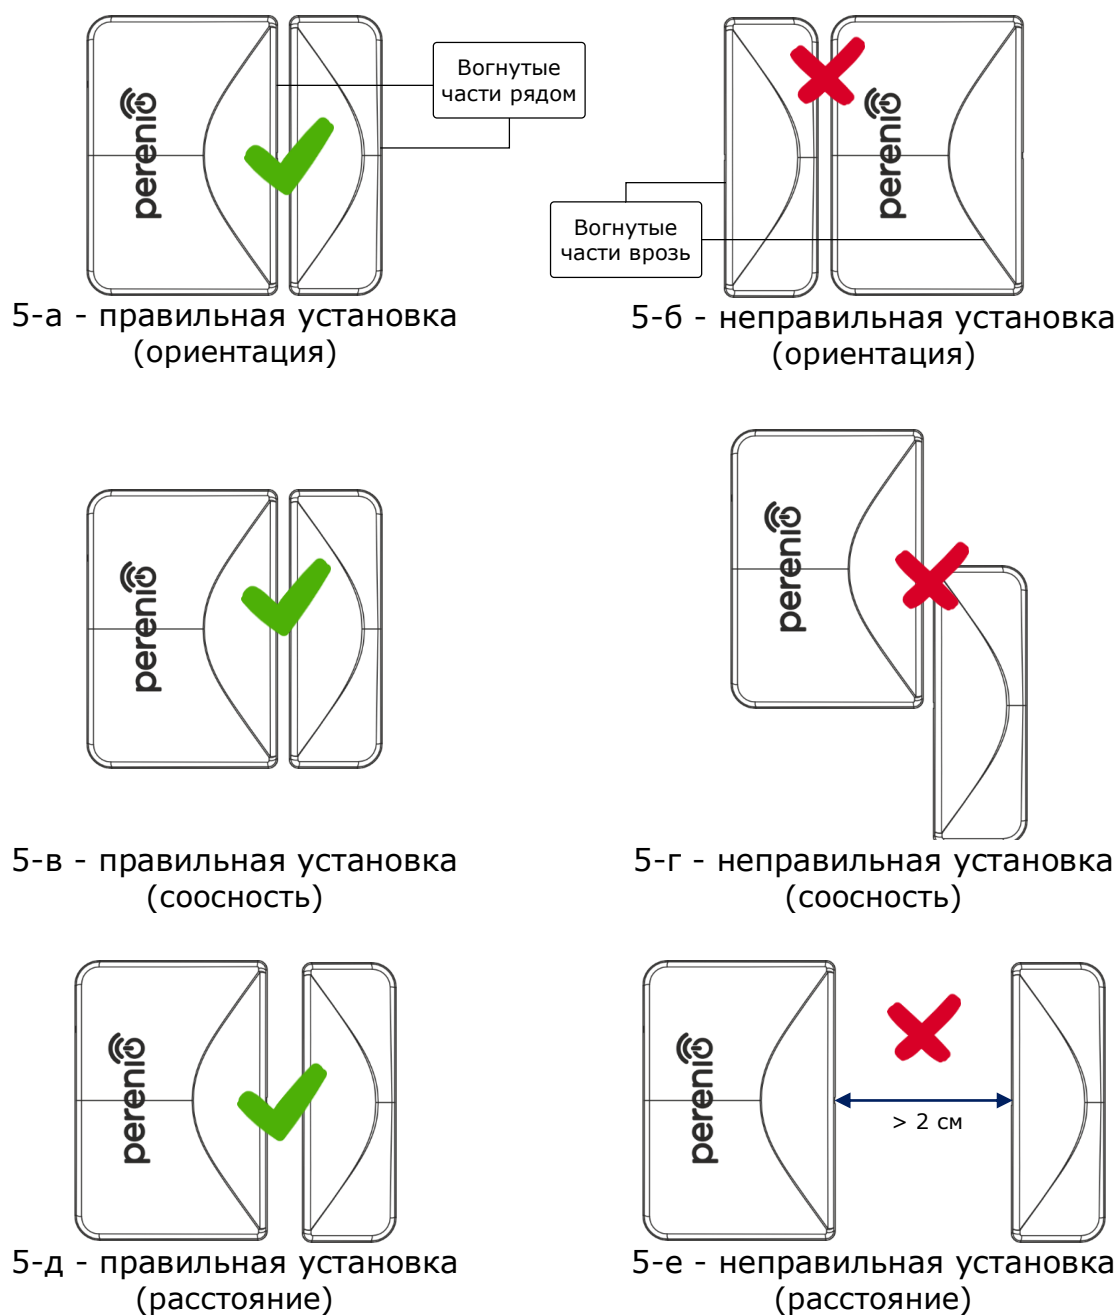

Рисунок 5 – Правила установки датчика и магнита
- а. приклеить датчик с помощью ленты 3М на дверное полотно или оконную раму (см. рис. 5-а). Можно также смонтировать датчик на шуруп.
ВНИМАНИЕ! Устанавливать датчик и магнит требуется таким образом, чтобы вогнутые части их корпусов находились рядом (см. рис. 5-а ниже).